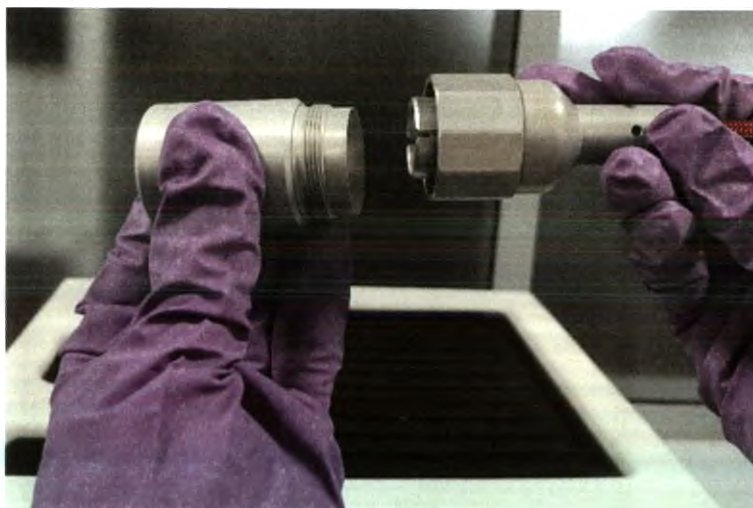

Рис.8.13 – Подсоединение волоконного адаптера
8.1.8.2 Волоконный адаптер подсоединяется к волоконной системе вывода излучения как показано на рис. 8.13. Подсоединение осуществляется аналогичным образом как показано в п. 8.1.6.3.